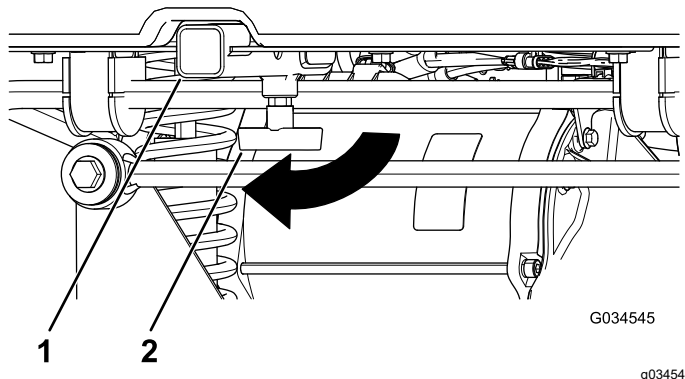

図 20
1. T 字ハンドルを右に回してゆるめる 図 20。
2. レシーバにアクセサリを挿入し、穴どうしが並ぶまで押し込む 図 20。